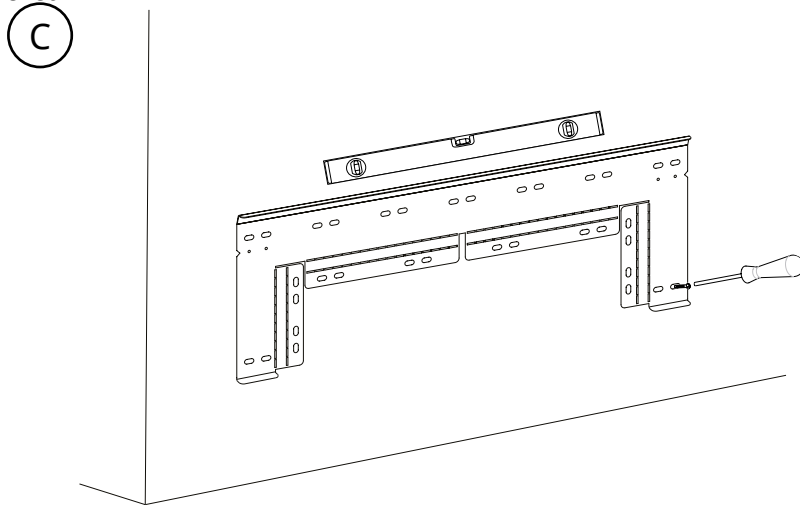

Fig. 3: Mounting wall bracket
1. Installer la console sur le mur en insérant des vis dans les orifices ovales (au moins 2) de manière à ce qu'elle soit stable. La console doit absolument être parfaitement alignée sur une position horizontale droite. Il est possible d'utiliser les orifices de guidage de la console pour marquer des repères afin de placer la console 10 cm au-dessus du sol. Fig. 3.